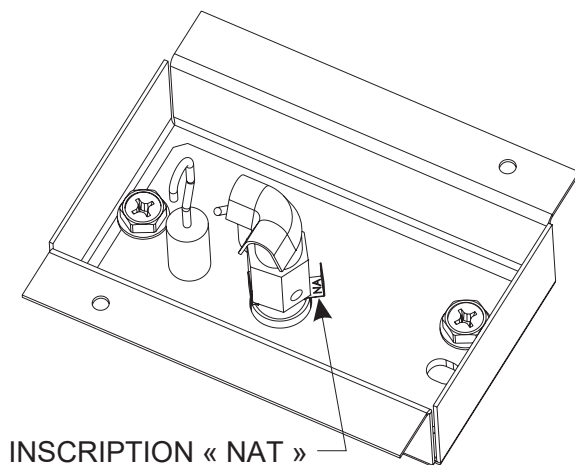

Figure 8
- 11 Utiliser une clé ouverte de 7/16 po pour desserrer le corps de la veilleuse en tournant légèrement en sens antihoraire. Faire glisser l'attache de l'orifice de la veilleuse vers l'autre côté et le serrer en tournant en sens horaire. **Voir Figure 8.**